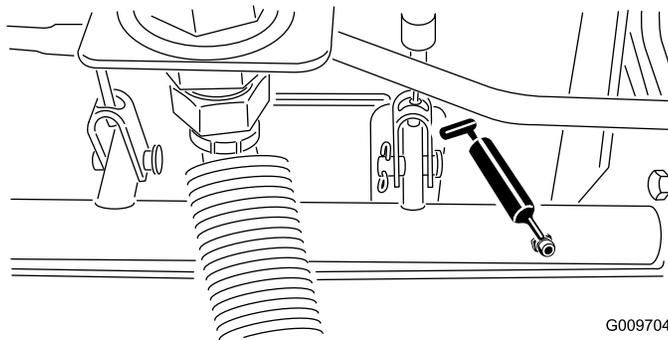

Figura 69
- Rolamentos articulados do eixo do travão (5) (Figura 69)